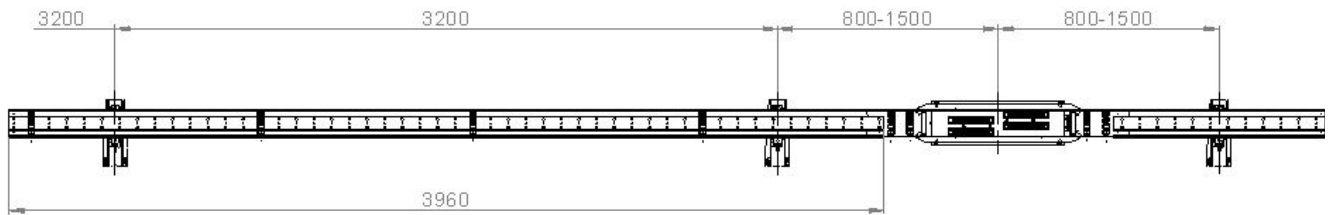
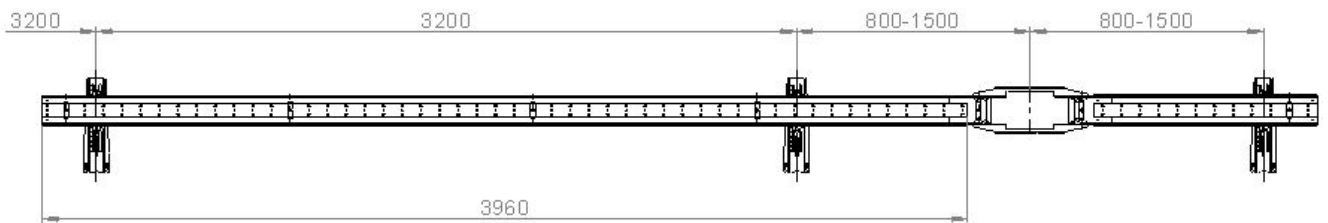
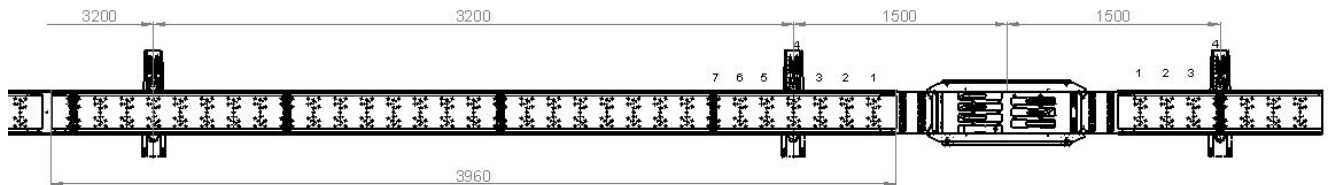

Abb. 12: Abstandsmaße ProShell 128 mit Schleifleitungssystem 0812
Abb. 13: Abstandsmaße ProShell 128 mit Schleifleitungssystem 0831
Abb. 14: Abstandsmaße bei ProShell 206 mit Schleifleitungssystem 0812
1. Die Montage beginnt mit der Einteilung der Konsolen, ausgehend von der Einspeisung. Beidseitig von der Mitte des Befestigungsrahmens für die Einspeisung muss eine Konsole im Abstand von 800 mm - 1500 mm bzw. 1500 mm montiert werden (siehe Abb. 12 bis Abb. 13 für ProShell 128, siehe Abb. 14 für ProShell 206).
2. Den Abstand der Konsolen entsprechend Tragprofilssystemvariante und Schleifleitungssystem (siehe Abb. 12 bis Abb. 14), aber unabhängig von den Tragprofilverbindern wählen.